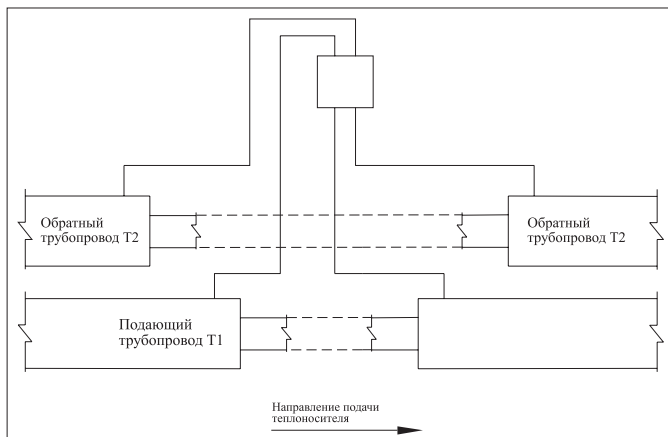

Рис. 5 «Закольцовка одной четырехтрубной системы ОДК»
2.3. Разъединение/закольцовка двух независимых двухтрубных систем ОДК, сходящихся с двух сторон в тепловой камере или другом объекте - **Рис. 5, 9.**
2.4. Соединение двух независимых двухтрубных систем ОДК, сходящихся с двух сторон в тепловой камере или другом подобном объекте - **Рис. 5, 10.**